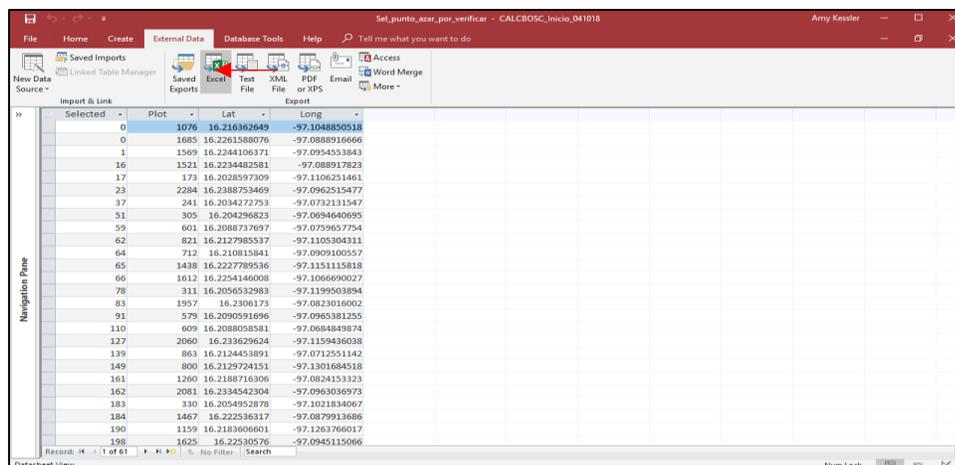

Figura 72. Exportar la Tabla con el Orden de las Parcelas
- 1.2. Después de generar la tabla, es necesario Exportar la tabla a un documento de Excel y guardarla para mandarla a la Reserva una vez que se complete el muestreo secuencial (Figura 72).